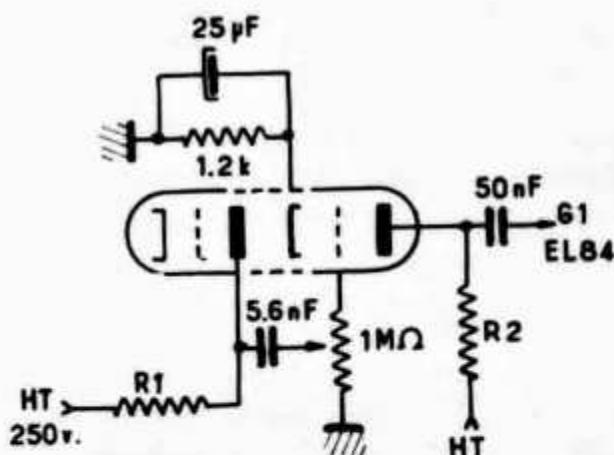

Fig. 1
**Pour le tube EL84.** On pourra choisir en préamplification un tube 12AU7 (d'autres double-triodes conviendraient tout aussi bien), ce qui donnera le montage de la figure 1.